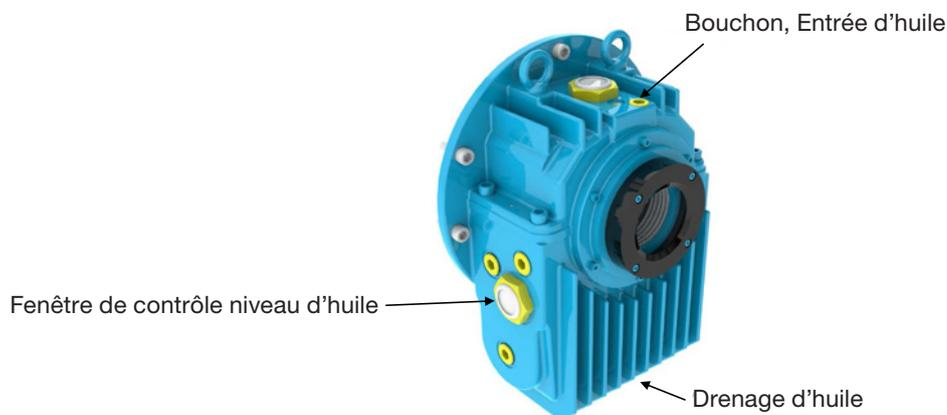

Figure 8.3 – Palier lisse.
- Évacuez l'huile par le trou de drainage situé au fond du palier (voir la figure 8.3) ;